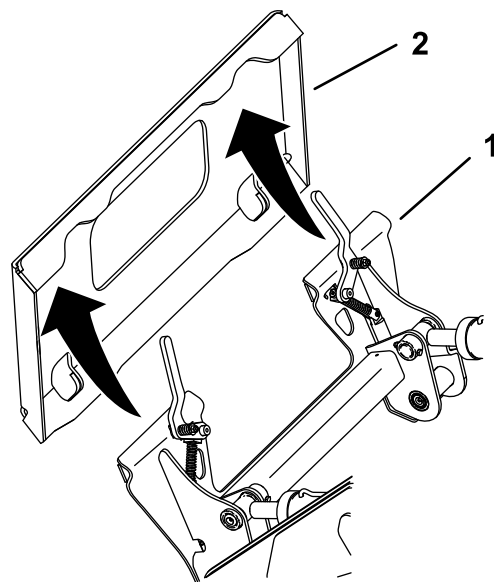

Figura 31
5. Coloque la placa de montaje debajo del reborde superior de la placa receptora del apero (Figura 31).